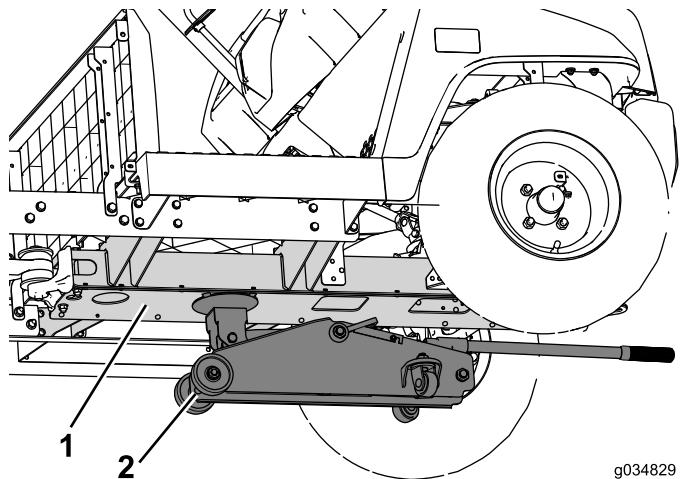

図 15
1. 車体のセンターチャネルをジャッキアップして車体前部を支える図 15。